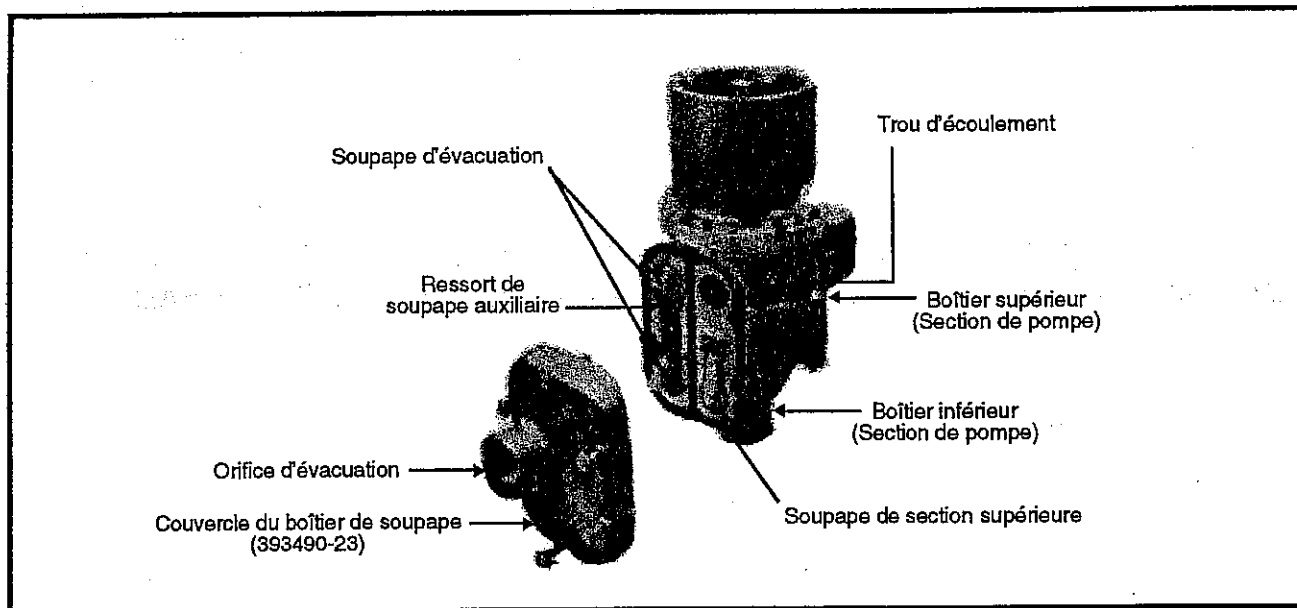

Figure 6:
E. Vérifiez régulièrement les joints d'étanchéité 393490-48 (Figure 4) pour tout signe de fuite de matériel en inspectant le trou d'écoulement (Figure 6) entre le boîtier supérieur 393490-45 et le boîtier du moteur pneumatique 393490-13.
7. L'appareil ne pompe pas correctement si la soupape d'aspiration est coincée en position ouverte. Voir la Figure 6 pour vérifier la soupape d'aspiration supérieure.
8. Retirez le boîtier des soupapes et vérifiez l'absence de saleté sous les soupapes ou de ressorts cassés. Nettoyez et/ou remplacez les ressorts de soupapes cassés. Les soupapes d'évacuation se trouvent l'une au-dessus de l'autre et la soupape supérieure unique est la soupape d'aspiration. Remplacez le boîtier des soupapes avec les orifices d'évacuation au-dessus des soupapes d'évacuation (Figure 6).